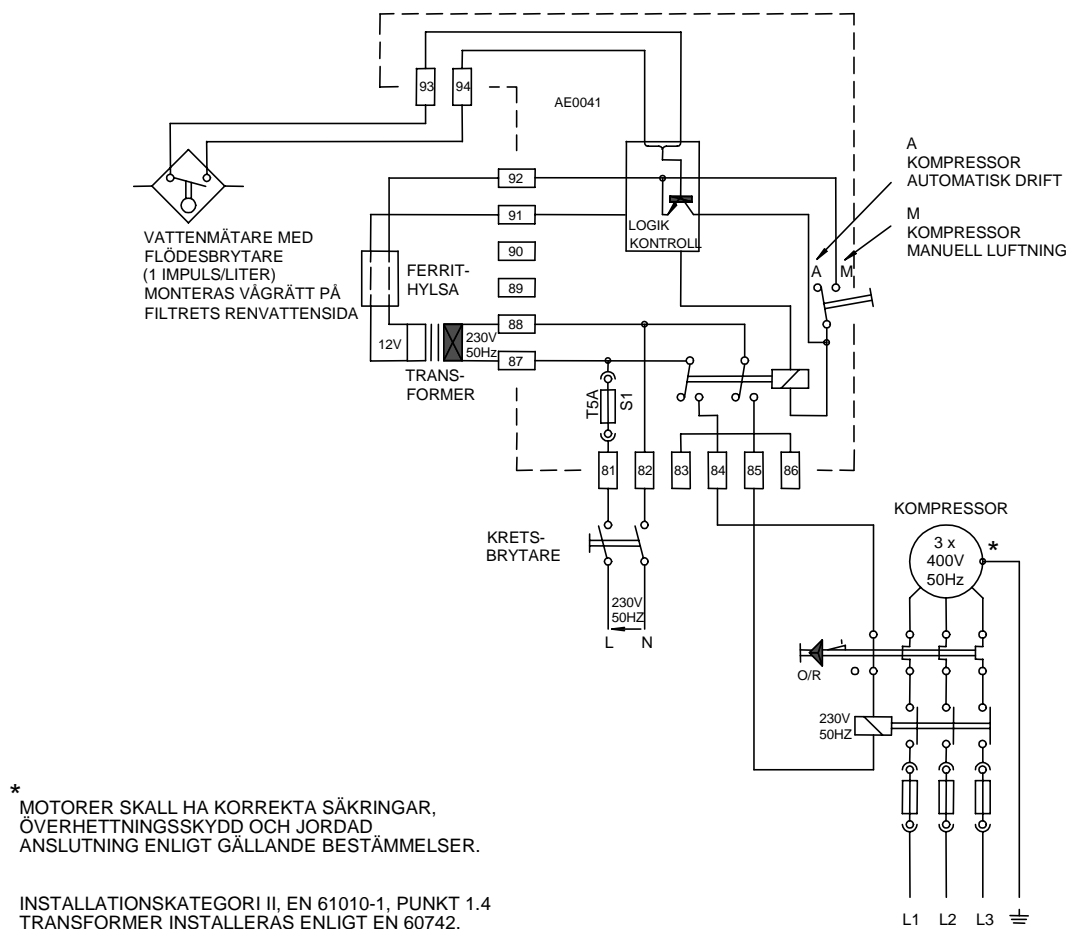

Fig. 4.
10. Installation av 3 x 400 V kompressor enligt tillverkarens/leverantörens instruktioner och Fig. 4.